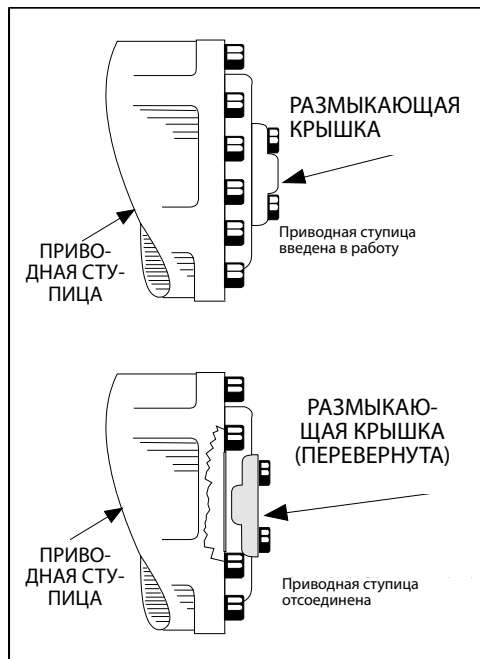

Рис. 4-7. Ступица отсоединения привода
3. Отсоедините приводные ступицы, перевернув размыкающие крышки. См. Рис. 4-7., Ступица отсоединения привода